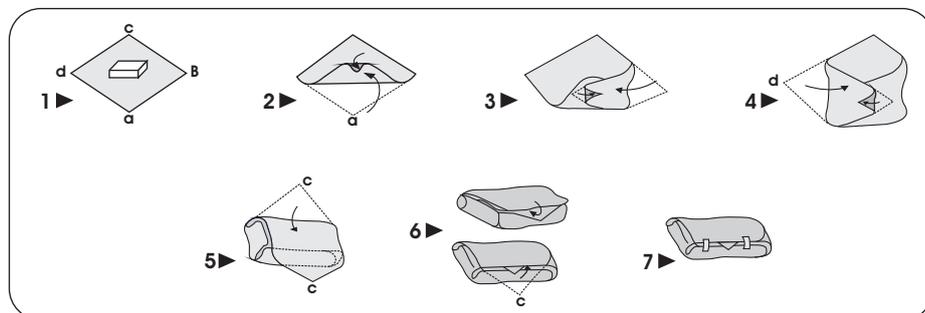

Fig.18
- Assim que a temperatura ideal para o início da esterilização for atingida, a autoclave entrará na fase de esterilização propriamente dita, a autoclave soará 1 bip e o LED indicativo **Esterilizando** acenderá, permanecendo neste estado pelo tempo pré-programado de 16 minutos (Fig.18). Caso a autoclave não atinja a pressão/temperatura ideal para a esterilização em no máximo 30 minutos, seja por falta de água, excesso de material ou por vazamento, o ciclo será cancelado automaticamente. Oscilações de voltagem na rede elétrica podem fazer com que o ciclo seja cancelado a qualquer momento.
A técnica para empacotamento de material e/ou instrumental para o processo de esterilização em autoclave poderá ser em campo de tecido duplo ou papel crepado duplo e deve-se obedecer a seqüência na execução de suas dobras, conforme demonstrado na Fig. 18 abaixo.